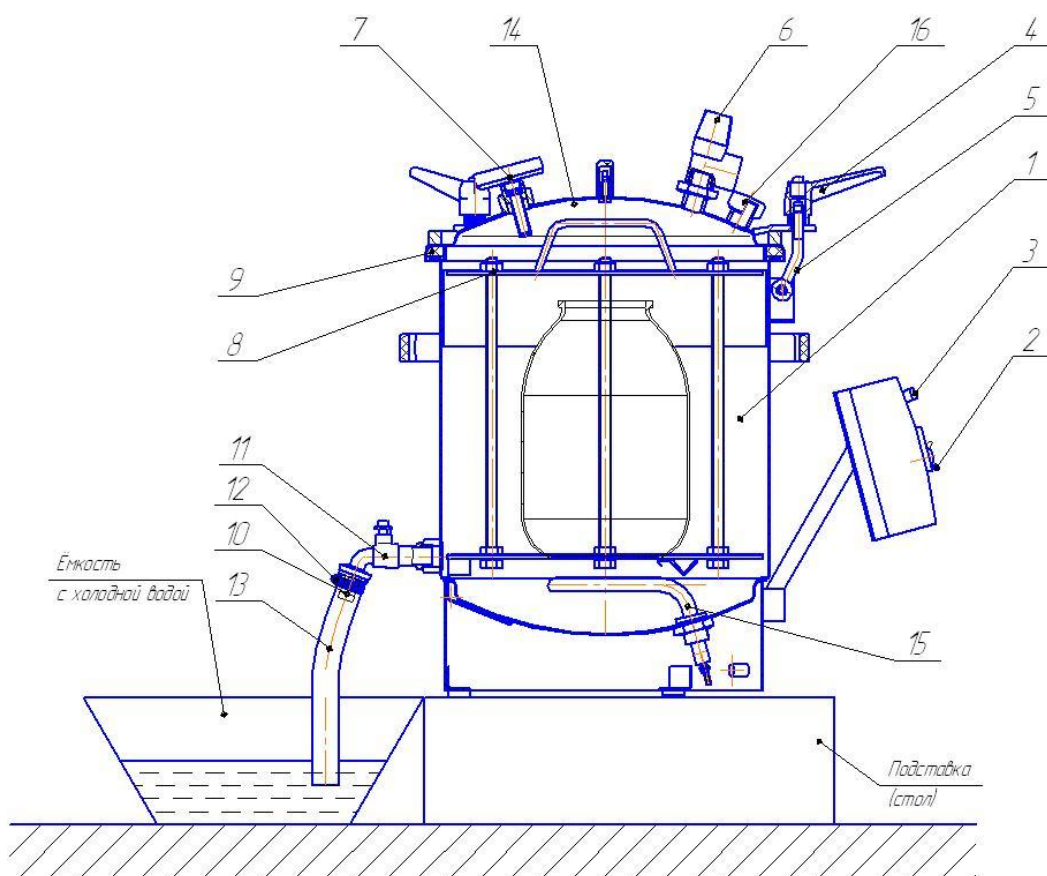

Рис. 1. Схема автоклава в сборе
- 1) Автоклав (рис. 1) 1
- 2) Шланг слива (поз. 13, рис. 1) 1
- 3) Кран сливной шаровый (поз. 11, рис. 1) 1
- 4) Штуцер-жиклёр (поз. 10, рис. 1) 1
- 5) Хомут (поз. 12, рис. 1) 1
4.4. Для защиты от брызг и пара при сливе воды с температурой свыше 100 оС, конец шланга слива 13 (рис.1) опустить в ведро (или другую ёмкость) с небольшим количеством холодной воды (водяной затвор) и закрепить его (например, привязав шланг к ручке ведра), иначе возможны хаотичные движения шланга с выбросом пара и горячей воды во все стороны в первые минуты слива воды.
не откручивать ручки 4 (рис. 1) крышки автоклава;
выключить ТЭН рычажком 2 (рис.1);
при необходимости сбросить давление в автоклаве, повернув головку предохранительного клапана 6 (рис. 1) не достигая щелчка (для предосторожности попадания пара на руку надеть защитную перчатку), до полного прекращения выхода пара;
отвинтить ручки 4 (рис. 1), отбросить винты 5 и снять крышку 14;
5.2. Установить автоклав на подставку (рис.1).
5.4. Для исполнения автоклава -01 проверить затяжку заглушки с прокладкой 16 (рис. 1).
5.7. Снять крышку 14 (рис.1), аккуратно опустить кассету с банками в корпус автоклава.
5.8. Налить в корпус 1 (рис.1) воду из-под крана или другого источника, уровень воды должен быть на уровне верхнего среза спускного отверстия.
5.9. Установить крышку 14 (рис.1) на место. Набросить на крышку болты 5 с ручками 4 (рис.1) и, равномерно крест-накрест затягивая ручки 4 прижать крышку к корпусу.
5.13. Переключить рычажок 2 в положение "Вкл.". При этом загорается сигнальная лампа 3 зелёного цвета (рис. 1). Это означает, что автоклав включён и находится под напряжением.
5.15. Поддерживать температуру стерилизации в течение времени, рекомендуемого в выбранном Вами рецепте. Контроль температуры осуществлять по стрелочному термометру 7 (рис.1), поддерживать её постоянной, переключая рычажок 2 в положения "Выкл." и "Вкл.". Время контролировать по часам.
- открыть кран 11 (рис.1) для слива воды, который снабжён дозирующим устройством (жиклёром 10), обеспечивающим слив воды за 20-30 минут, смотри пункт 4.4.
5.18. После остывания автоклава до 95оС повернуть головку предохранительного клапана 6 (рис.1)) и выпустить из автоклава пар. Эти действия позволят продолжиться процессам: слива воды и более интенсивному остыванию кассеты с банками.
5.20. Отвинтить ручки 4 (рис.1), отбросить болты 5, снять крышку 14.
5.21. Вынуть кассету 8 (рис.1) из автоклава и установить в безопасное место для дальнейшего остывания .
5.24. В случае затруднения сброса воды, перед следующей стерилизацией необходимо промыть штуцер-жиклёр сливного крана. Для этого: открутить штуцер-жиклёр 10 (рис. 1), тщательно промыть его проточной водой и установить его обратно.
6.1. Убрать из автоклава кассету 8 (рис. 1).
6.5. Поставить крышку 14 на место, убедиться в правильной её установке. Набросить на крышку болты 5 с ручками 4 (рис.1) и, равномерно крест-накрест затягивая ручки 4 прижать крышку к корпусу.